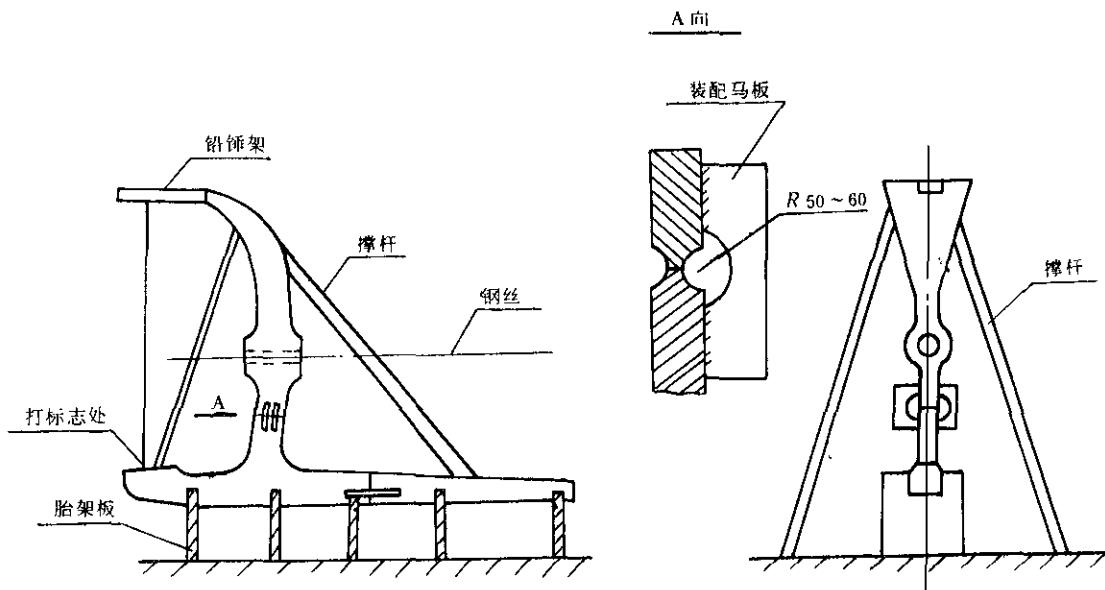

图 4
b. 艤柱竖立后,放在胎架板上,左右用撑杆拉牢,安装铅锤架,在铅锤点处打上标志,见图4。也可用经纬仪或激光经纬仪进行监测。